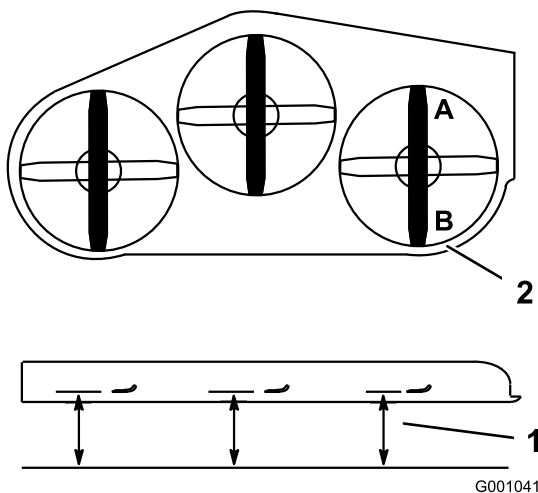

Figura 64
1. Coloque la cuchilla derecha en posición longitudinal (Figura 64).
2. Mida la cuchilla derecha en la posición **A** desde una superficie nivelada hasta el filo de corte del extremo de la cuchilla (Figura 64).
4. Mida la cuchilla derecha en la posición **B** desde una superficie nivelada hasta el filo de corte del extremo de la cuchilla (Figura 64).
6. La cuchilla del cortacésped debe estar entre 6 y 10 mm (1/4–3/8 pulg.) más baja en la posición **A** que en la posición **B** (Figura 64). Si no es correcta la distancia, continúe con los pasos siguientes.